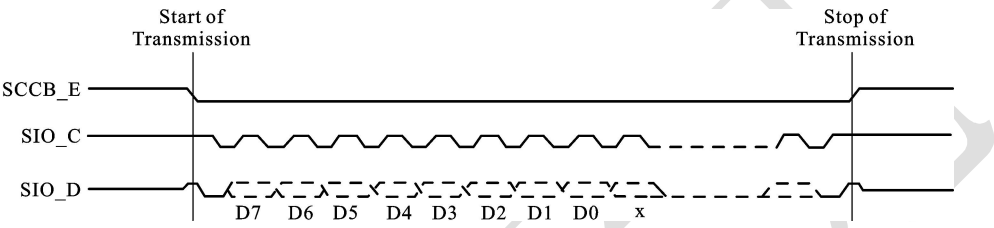

图 18-2 SCCB 协议时序图
SCCB 是简化的 I2C 协议，专门为摄像传感器设计的通信总线，其中 SIO_C 是串行时钟输入线，SIO_D 是串行双向数据线，分别相当于 I2C 协议的 SCL 和 SDA，如图 18-2 所示。
- (1) 从设备地址 (ID Address, 8 bit)，分为读地址和写地址，高 7 位用于选中芯片，第 0 位是读/写控制位 (R/W)，决定是对该芯片进行读或写操作。
- (2) 内部寄存器单元地址 (Sub_Address, 8 bit) 用于决定对内部的哪个寄存器单元进行操作，通常还支持地址单元连续的多字节顺序读/写操作。SCCB 控制总线功能的实现完全是依靠 SIO_C、SIO_D 两条总线上电平的状态及两者之间的相互配合实现的。SCCB 总线传输的启动和停止条件如图 18-2 所示：采用简单的三相 (Phase) 写数据的方式，即在写寄存器的过程中先发送 OV7649 的 ID 地址 (ID Address)，然后发送写数据的目的寄存器地址 (Sub_address)，最后发送要写入的数据 (Write Data)。如果给连续的寄存器写数据，写完一个寄存器后，OV7649 会自动把寄存器地址加 1，程序可继续向下写，而不需要再次输入 ID 地址，从而三相写数据变为了两相写数据，由于本系统只需对有限个不连续寄存器进行配置，如果采用对全部寄存器都加以配置